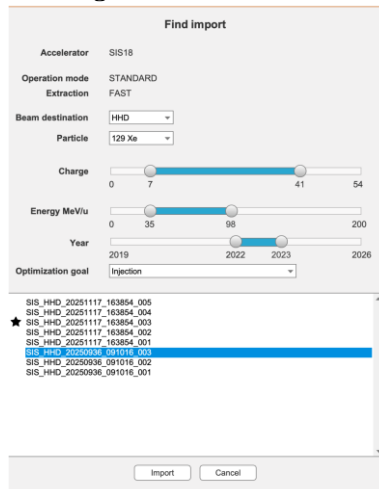

Bild 7: Suchfunktion Datensätze
- Es gibt schon einen Vorschlag, der wie folgt aussieht (Bild 7):